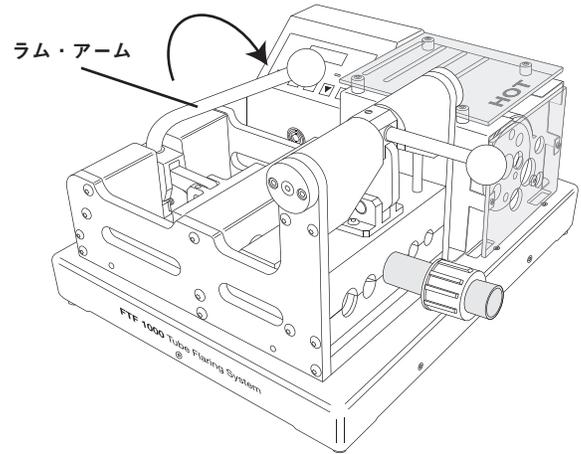

図10
3. ラム・アームを素早く完全に押し倒し、ラムを所定の位置に固定します。アームを完全に押し倒すと、タイマーが自動的にスタートします。冷却時間が来ると、アラームが鳴り、「Cooling Cycle Complete」が点滅します。(図10参照)